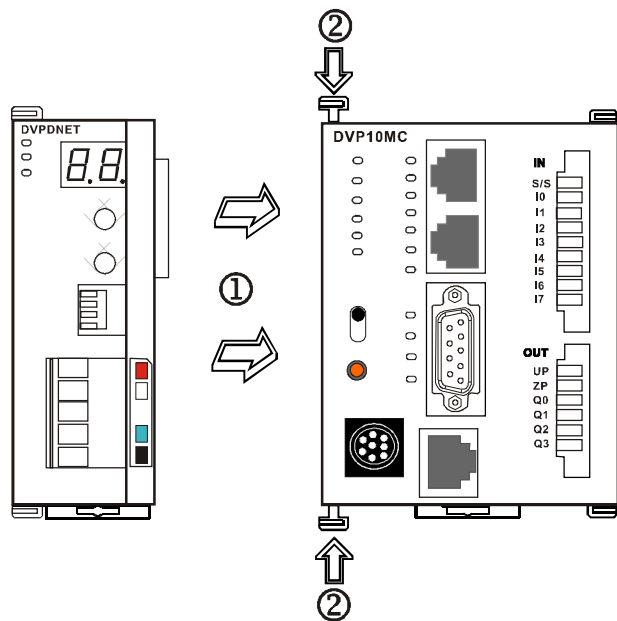

图 3.2.8
- Ø 将 DVP10MC11T 主机左侧上下两端的扩展模块卡口打开，将 DVPDNET-SL 模块沿四角上的导入孔装入，如图 3.2.8 步骤 1 所示；
- Ø 压入 DVP10MC11T 主机上下两端的卡口，卡紧模块以保证接触良好，如图 3.2.8 步骤 2 所示。